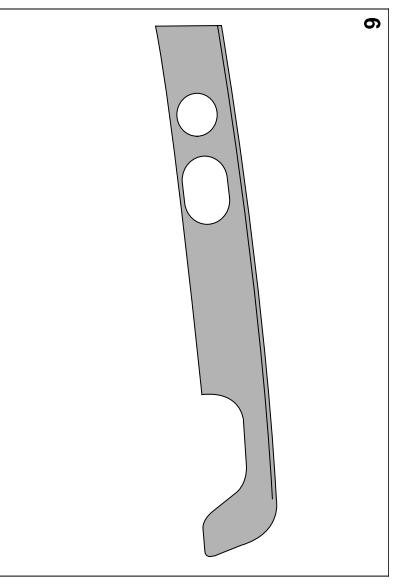

Afb. 5: Bumpersteun met uitsparing en fase
- 14.) Bumpersteun in het gebied rond de kogelstang en de stekkerdoos overeenkomstig de markeringen uitsnijden; zie afb. 5.